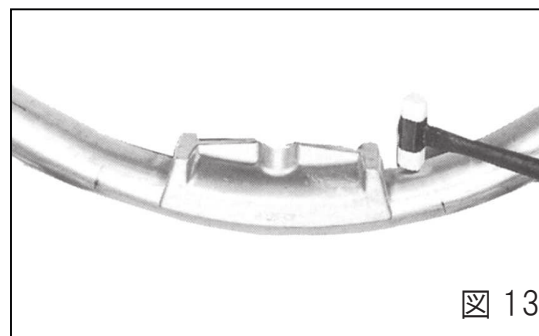

図 13
7. 管にベンディングシューが喰い付いた時は、ベンディングシューをたたかず曲げられた管の内側をビニルハンマ等で叩けば外れます。(図13)